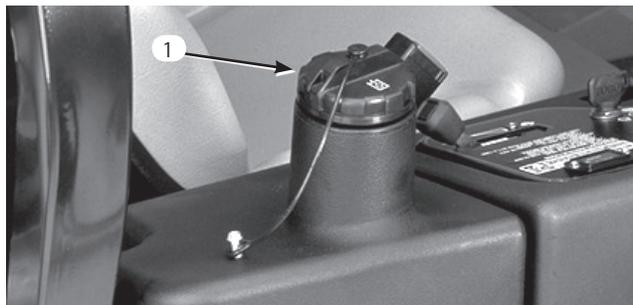

図33
2. 油圧オイル・タンクの注油口周辺とキャップをきれいに拭く（図33）。給油口からキャップを取る。